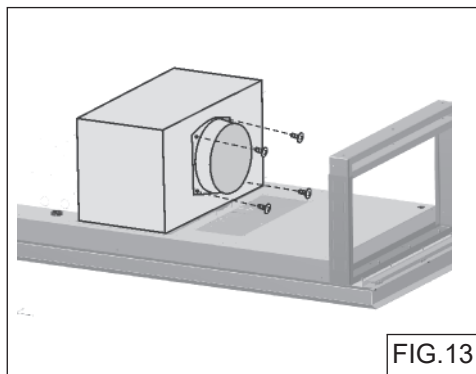

FIG.13
- Retire (2) tornillos de la brida de evacuación (Fig.13).